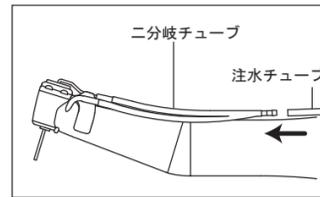

図5
- 二分岐注水チューブに注水チューブを奥までしっかり挿し込みます。（図5）